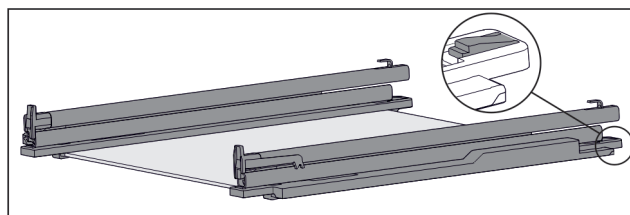

Fig. 127 Sklenená doska s koľajničkami a prídržnými dielmi
- Potlačte prídržný diel vzadu nadol (pozri Fig. 127) a súčasne posuňte koľajničku dozadu.